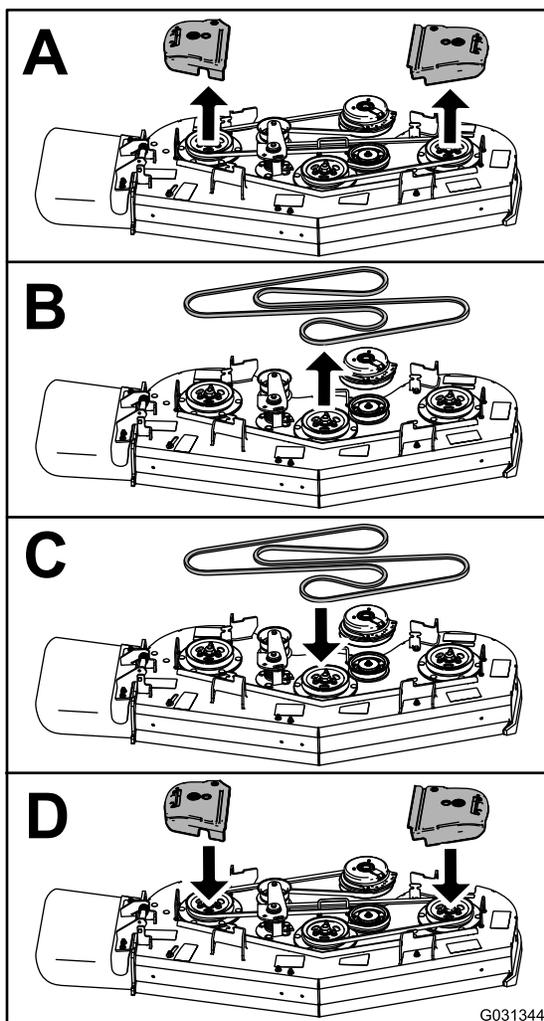

図 66
4. 図 66に示すようにベルトを交換する。
7. クラッチとクラッチストップからデッキベルトを外す(図 66)。